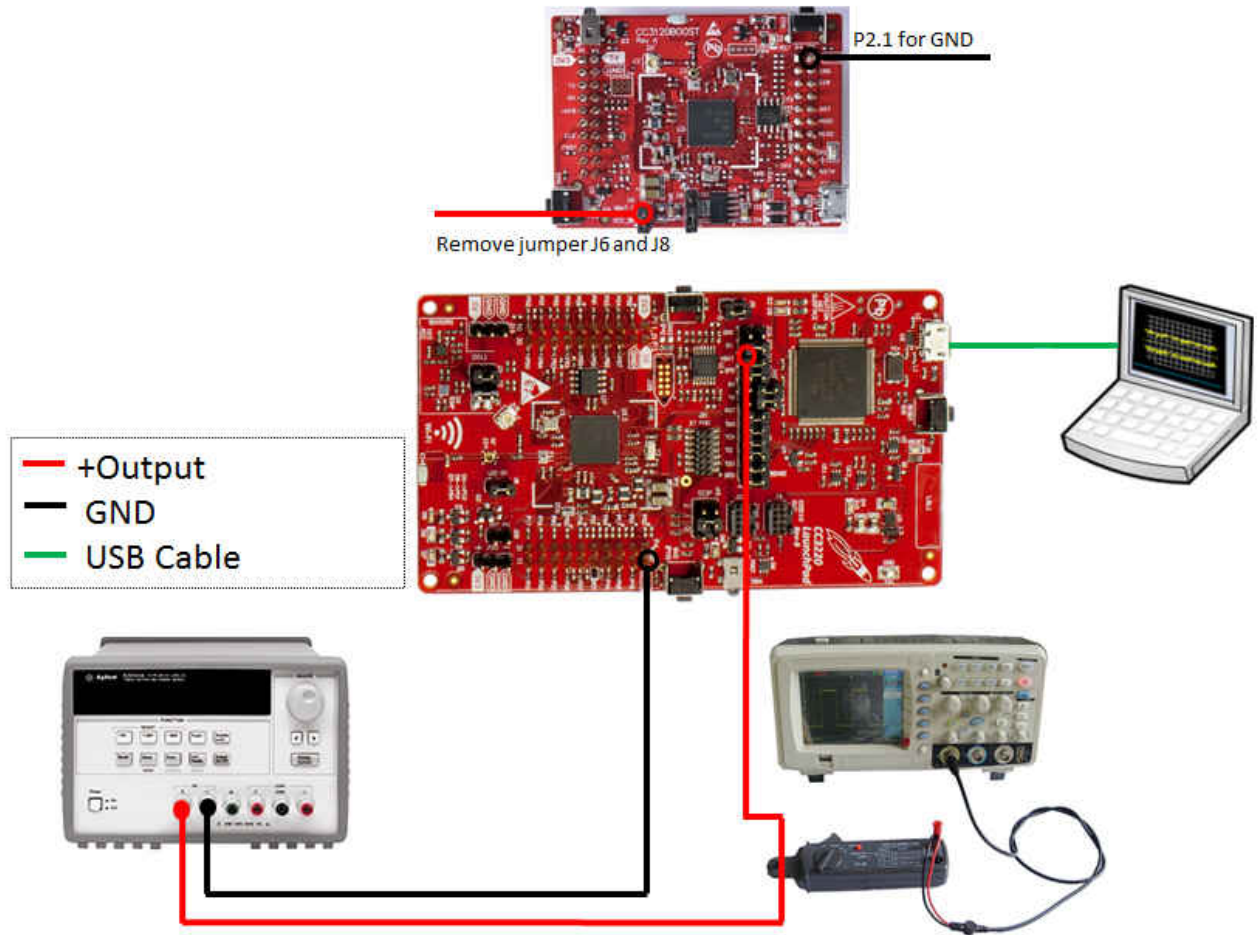

图 2-13. 具有电流探针测试设置的示波器
4. 使用示波器执行代码并测量电流。作为参考，图 2-13 显示了完整的概图。